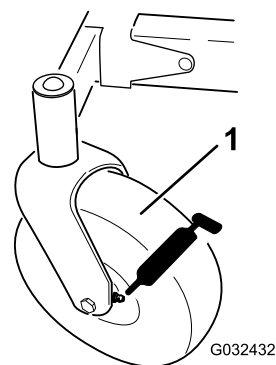

図 31
3. グリスフィッティング **図 31** をウェスできれいに拭く。
4. フィッティングにグリスガンを接続する **図 31**。